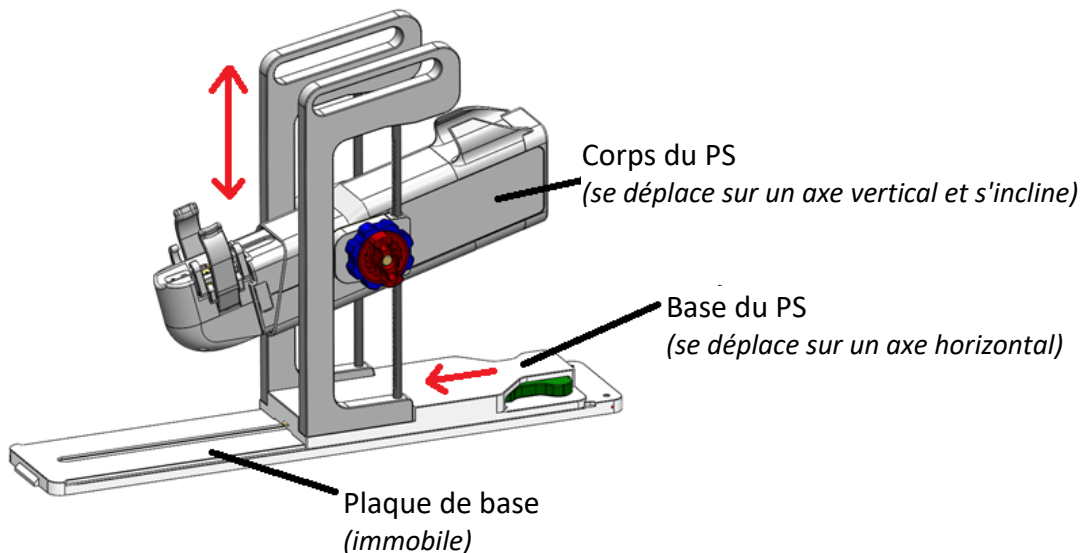

Figure 31 : Réglage du système de positionnement
5. Manipulateur IRM : déplacer manuellement le PS de telle sorte que le préhenseur de l'UA s'aligne avec l'angle naturel de l'UA dans le patient. Régler manuellement la position de la base du PS vers l'avant/l'arrière et le haut/le bas, et incliner son axe linéaire vers le haut et le bas (Figure 31).
REMARQUE : s'ils ne sont pas réellement colorés comme dans la Figure 31, l'application de couleurs aux boutons et ergots de réglage du PS permet ici de suivre les instructions.